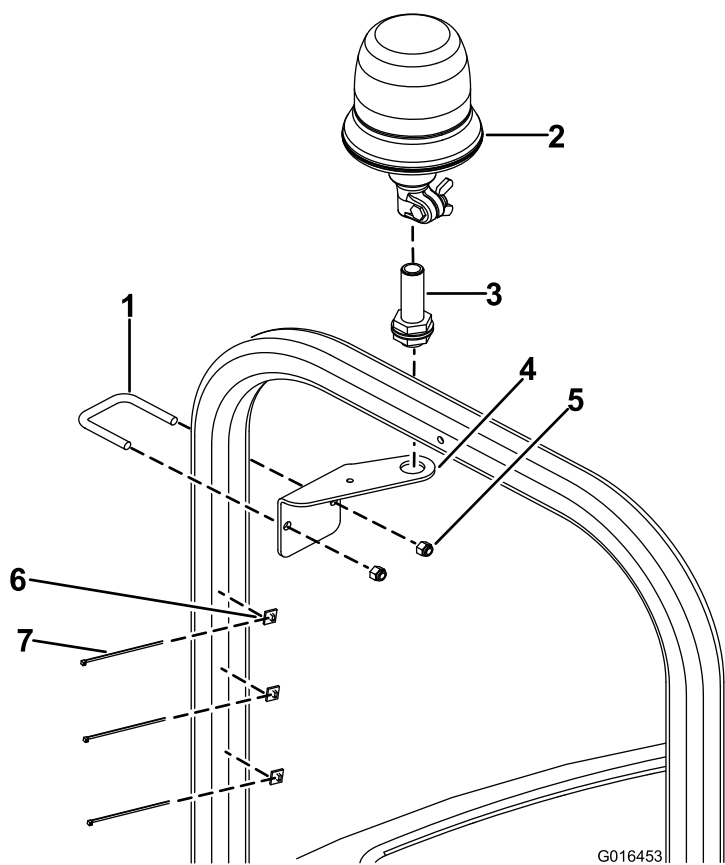

Figura 2
1. Sujete provisionalmente el soporte de montaje para ROPS de la baliza a la parte interior del poste derecho del ROPS con el perno en U y las 2 tuercas con arandela prensada de 3/8 pulgada, dispuestos según se indica en Figura 2.
3. Monte la base de la baliza en el soporte de montaje de la baliza con la contratuerca incluida (Figura 2).
4. Enchufe la baliza en la base y apriete la tuerca de orejeta (Figura 2).
6. Pegue las bases adhesivas al ROPS y sujete el arnés de cables a las bases con sujetacables (Figura 2).